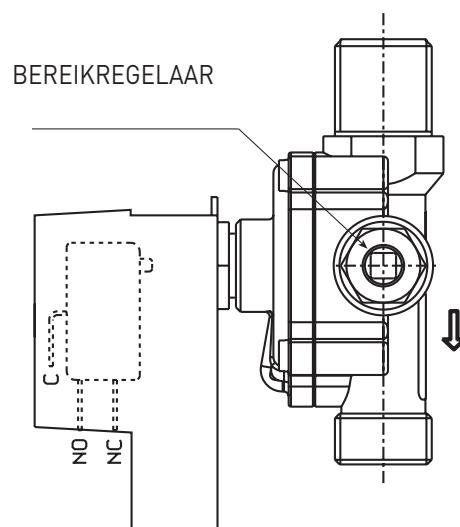

Fig. 5
2.2.2 Sanitair warmwatervoorziening "DUETTO" (fig. 5)
Stel het sanitair waterbereik af met de bereikregelaar van de waterpressostaat (fig. 5):